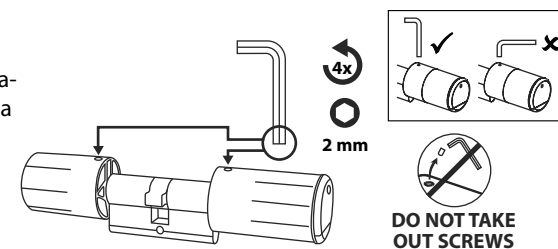

Fig. 2
- 2 O botão externo e interno são soltos e fixados por um parafuso sem cabeça integrado no botão rotativo. Solte os dois parafusos sem cabeça nos dois manípulos com a chave sextavada incluída (Fig. 2).